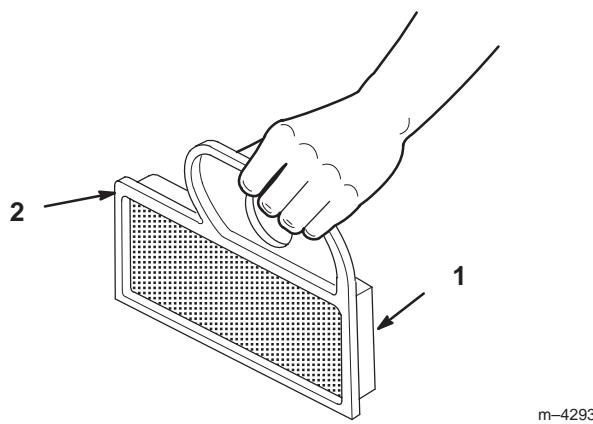

Bild 32
1. Klopfen Sie den Einsatz leicht auf eine flache Unterlage, um Staub und Schmutz zu beseitigen (Bild 32).